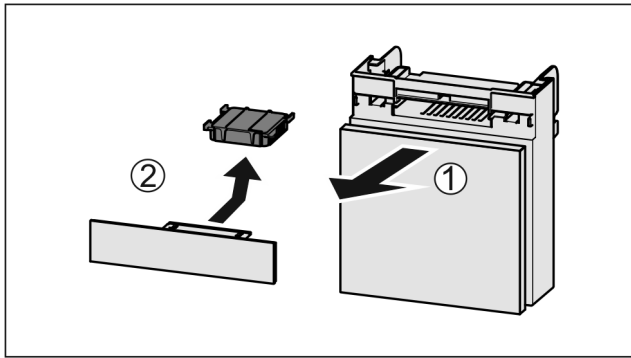

Fig. 147
- ▶ Потягніть Fig. 147 (1) відділення вперед.
- ▶ Витягнути Fig. 147 (2) фільтр з активованого вугілля.